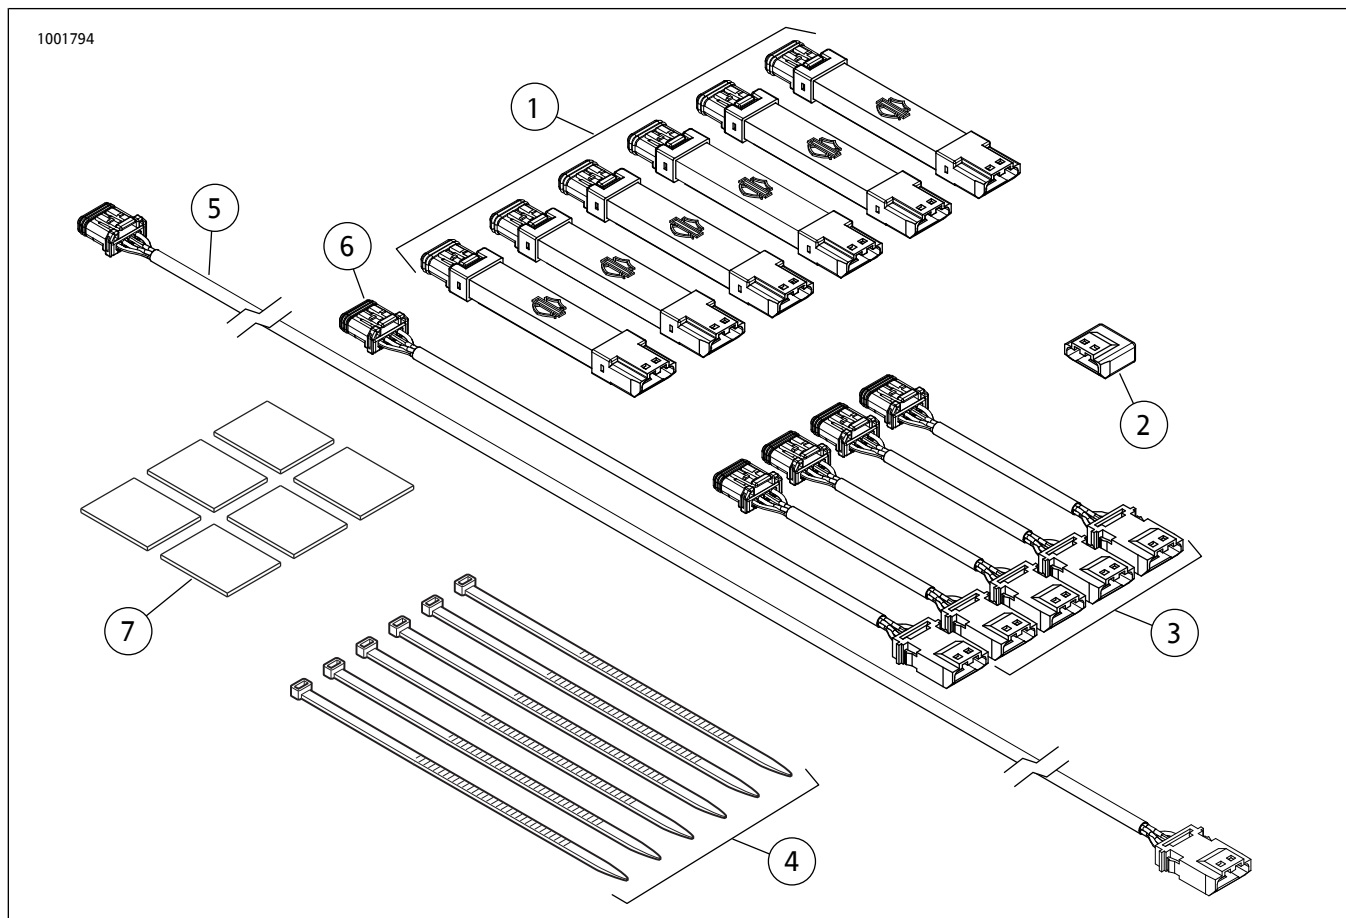

图2。维修零件：SpectraGlo灯串套件
参见图2和参阅表1。
2. 图2 按照需要的配置组装(干式安装)灯串(1)和线束(3、5和6)。